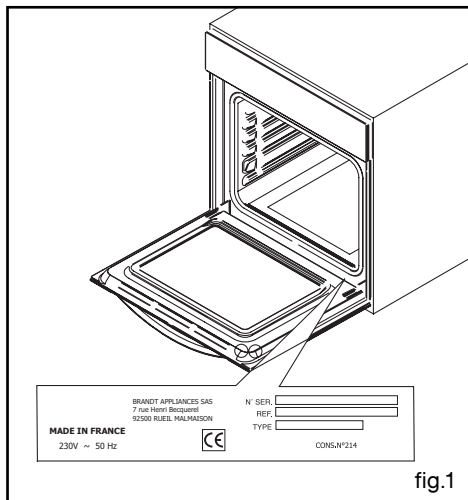

fig.1
- Dévissez le hublot (fig.1).
Les éventuelles interventions sur votre appareil doivent être effectuées par un professionnel qualifié dépositaire de la marque. Lors de votre appel, mentionnez la référence complète de votre appareil (modèle, type, numéro de série). Ces renseignements figurent sur la plaque signalétique (Fig.1).